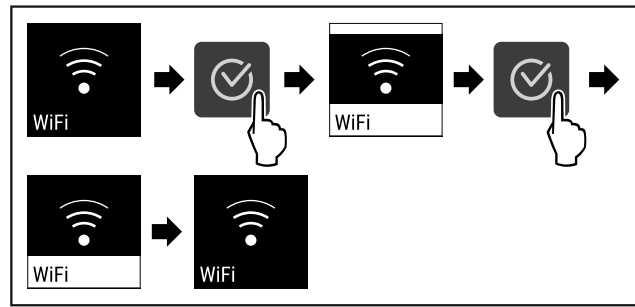

Fig. 86
- ▶ Εκτελέστε τα βήματα ενεργειών (βλέπε Fig. 86).